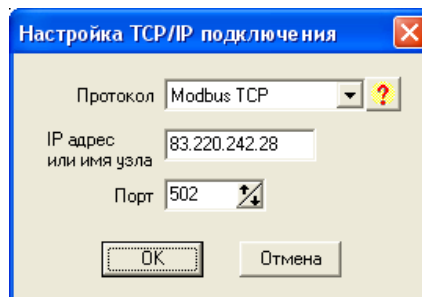

Рис.11 Настройка TCP/IP
4. Не закрывая окно «Добавить узел», нажать на кнопку «Настройка..», где указать IP-адрес (Рис.11).